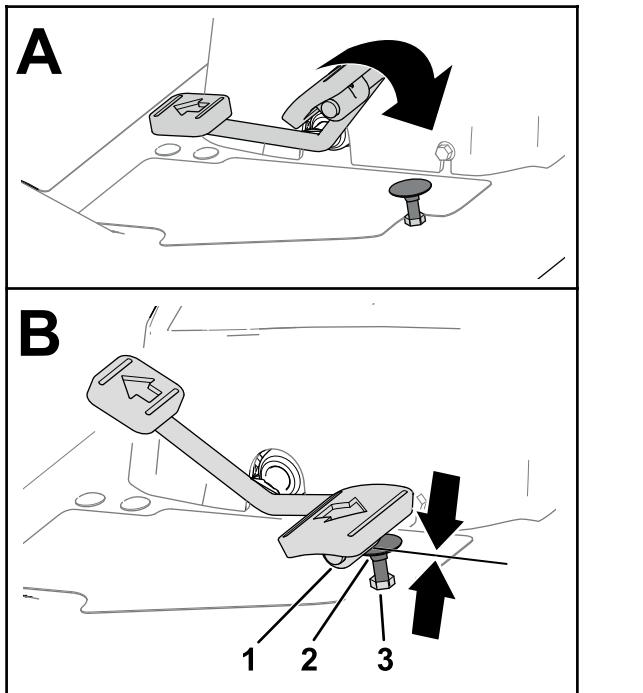
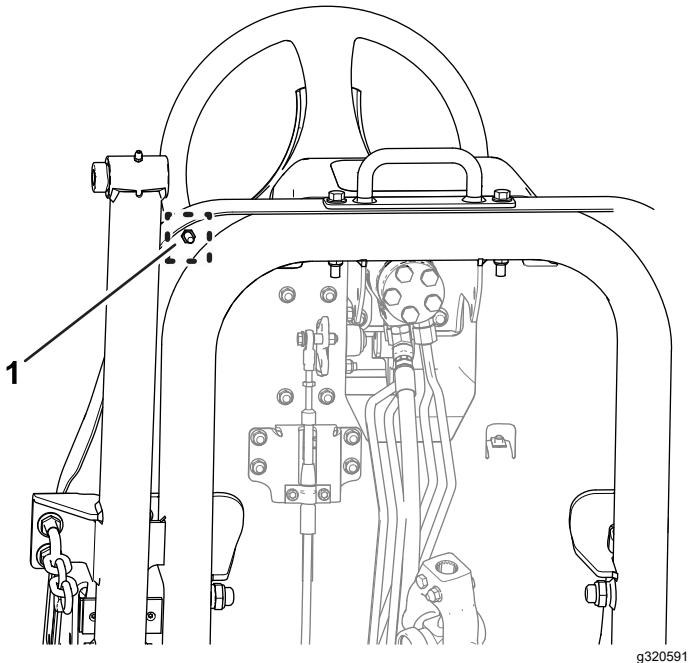

Figura 76
Figura 77
1. Pise el pedal de tracción a fondo (hacia adelante) (Figura 76).
- A. Sujete el tope del pedal de tracción (Figura 76) con una llave inglesa.
- B. Afloje la contratuerca situada por debajo de la placa del reposapiés (Figura 77).
- C. Mueva el pedal de tracción en la posición de velocidad máxima hacia adelante (Figura 76).
- D. Mientras sujetá el tope del pedal de tracción, ajuste la contratuerca situada encima de la placa del reposapiés (Figura 76) hasta que el pedal de tracción entre en contacto con el tope.
- F. Mientras sujetá el tope del pedal de tracción, apriete la contratuerca situada debajo de la placa del reposapiés (Figura 76 y Figura 77) a entre 37 y 45 N·m.